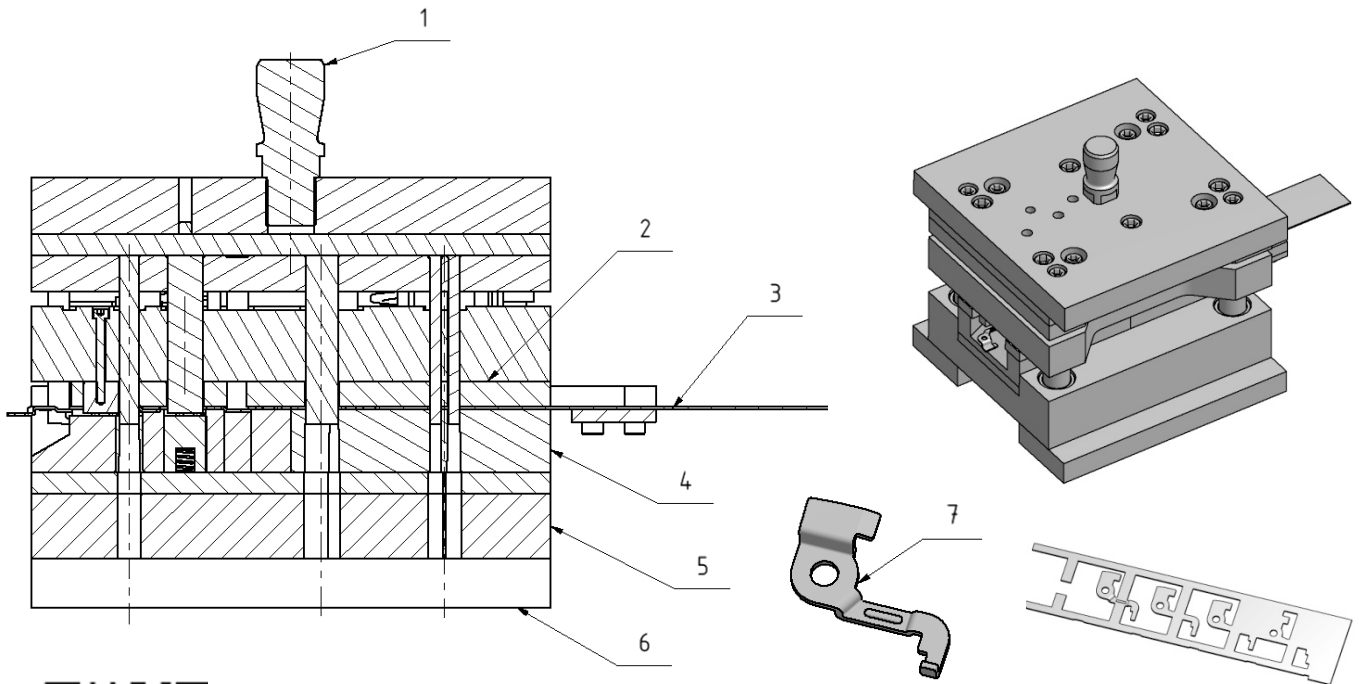

Bild 2-1 Ausstanz-Biegewerkzeug für Schnellspanner
■ Ausstanz-Biegewerkzeug für Schnellspanner	Bild 2-1